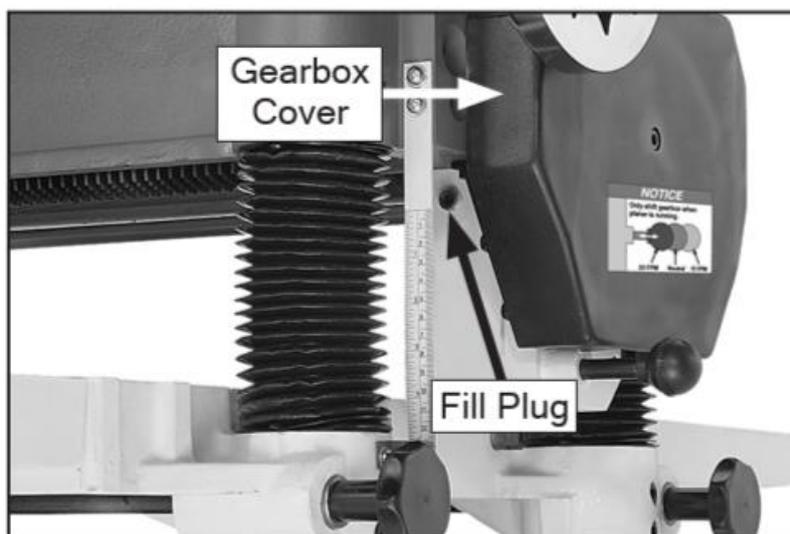

Рисунок 14. Расположение заправочной пробки коробки передач.
ПРИМЕЧАНИЕ: Для облегчения доступа к заправочной пробке снимите крышку коробки передач (см. рисунок 14).
1. Снимите заправочную пробку коробки передач (см. рисунок 14).